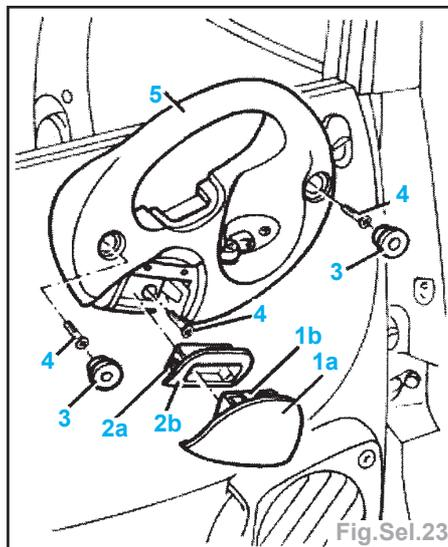

Fig.Sel.23
- l'appui intérieur de porte (Fig.Sel.23),